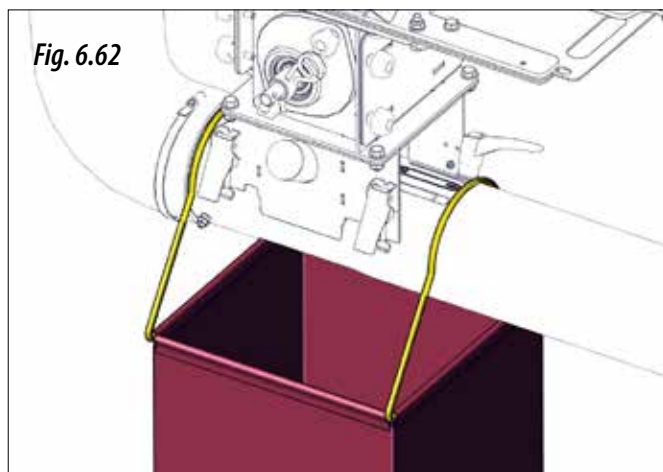

Fig. 6.62
- 5- Placer le sac fourni ou un récipient sous la sortie de l'injecteur venturi (figure 6.62).